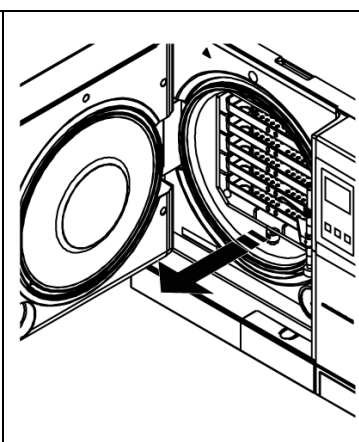

Fig. 9.2-2
Para humedecer la esponja, utilizar exclusivamente agua destilada o desmineralizada. Seguir el mismo procedimiento para la limpieza de las bandejas y su soporte. La limpieza de la cámara de esterilización es importante para eliminar los depósitos que podrían perjudicar el funcionamiento regular del aparato. Para desmontar el soporte de las bandejas: sacar el soporte de la cámara (Fig. 9.2-2) y, una vez finalizada la limpieza, volver a instalarlo siguiendo el mismo procedimiento al contrario.
2. Introducir la palanca de regulación (que forma parte del equipo base, Fig. 9.2.2-1) en la ranura situada debajo de la puerta (Fig. 9.2.2-2).
3. Observar si la palanca ha enganchado el perno de regulación, mirando desde la ranura del gancho de la puerta. (Fig. 9.2.2-3).
4. Dar 1/4 de vuelta en sentido antihorario al perno de regulación, mirando la puerta (para cerrar) (Fig. 9.2.2-4).